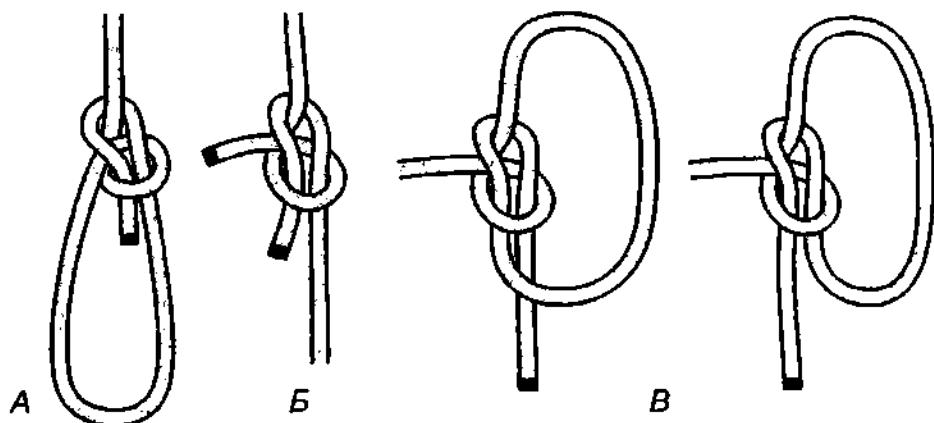

Рис. 286. Узлы «тройняшки»: А – беседочный узел; Б – шкотовый узел; В – казачий узел.
**Беседочный узел** – это **шкотовый узел** с петлёй, поэтому свойства у этих двух узлов почти одинаковы (рис. 286). **Шкотовый узел** не любит переменных нагрузок (на жёсткой синтетике), при которых ему свойственно ползти, если узел слабо затянут. То же самое можно сказать и про **беседочный узел**: если коренной конец дополнительно не закрепить контрольным узлом, то под чрезмерной нагрузкой и при частых вибрациях, возникающих от продолжительной работы, **булинь** может ползти, особенно если он не сильно затянут. При постоянной тяге, сколь сильной бы она не была, **булинь** может выдержать значительные нагрузки. **Булинь** стабилен лишь в том случае, если на плечи петли нагрузка распределена одинаково.